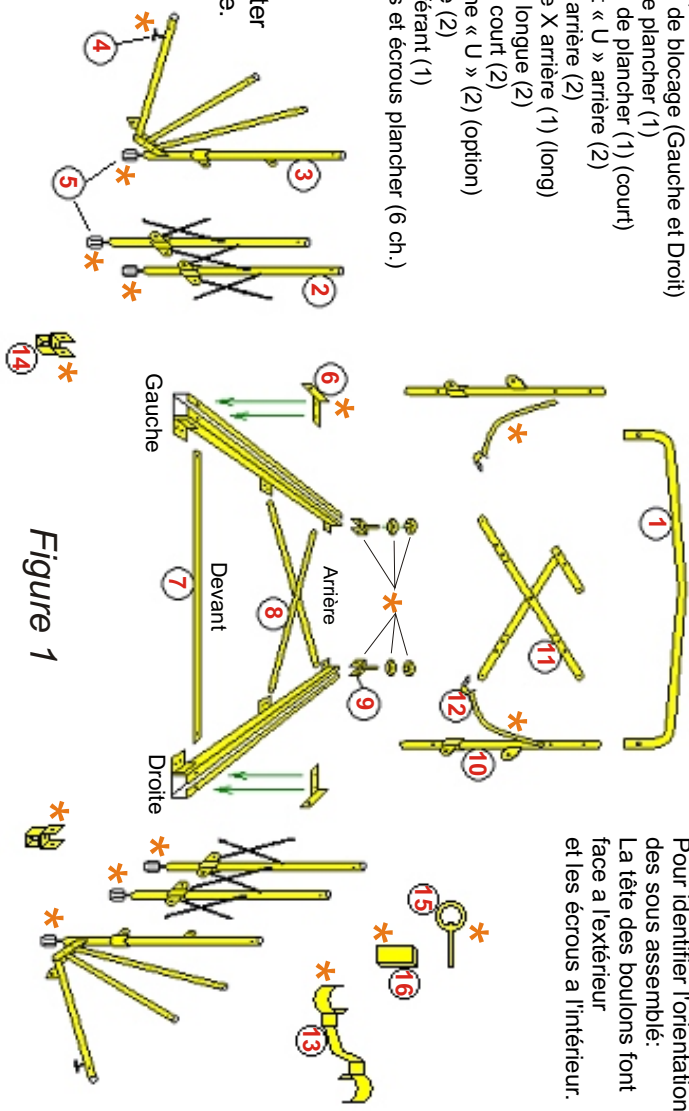

Figure 1
Reférez au dessins de la page 4 Fig.1 et le dessin de la page 5 Fig.4 et procédé comme suit :
*Note: Dépendant du modèle que vous avez procure, la version « WIDE » nécessite le membre X a être assemble séparément comme illustre sur Fig. 1 puis suivre les même instruction pour l'attache sur les poteaux arrière.*